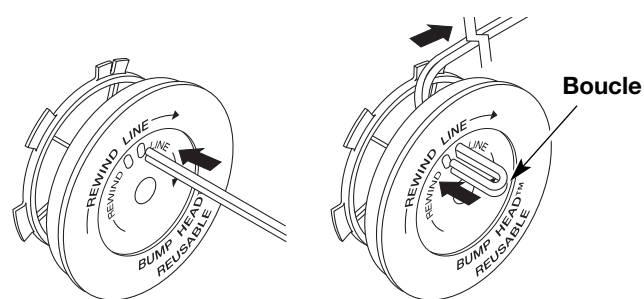

Fig. 21
8. Découpez environ 3 m (10 pi) de fil neuf. Insérez une extrémité de fil dans l'un des deux trous du moulinet intérieur (Fig. 21). Tirez le fil jusqu'à ne laisser que 10 cm (4 po) environ.
9. Insérez l'extrémité du fil dans le trou ouvert du moulinet et tirez sur le fil pour que la boucle soit le plus petit possible (Fig. 21).